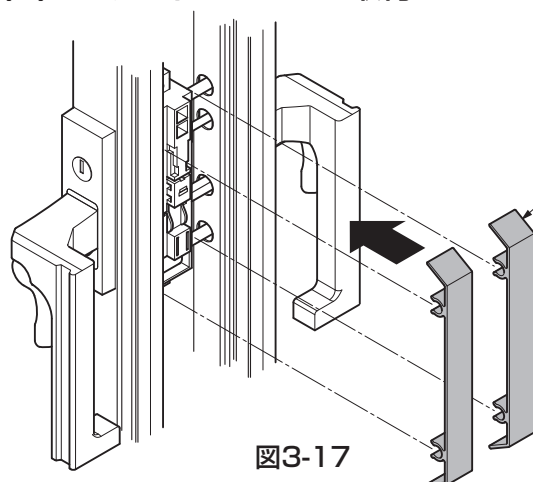
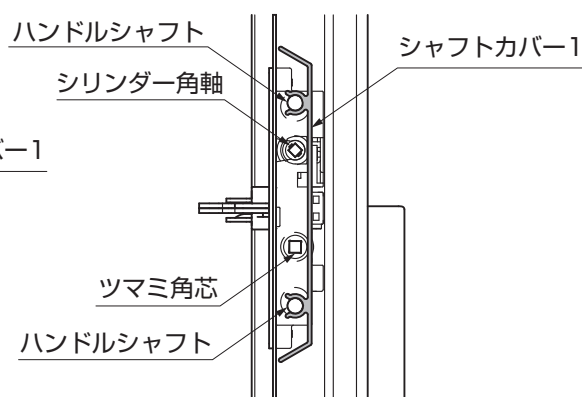

図3-17
図3-18
①錠(掛け側)の框の裏側に、シャフトカバー1を横からカチッというまで押込んでください。(図3-17、図3-18参照)